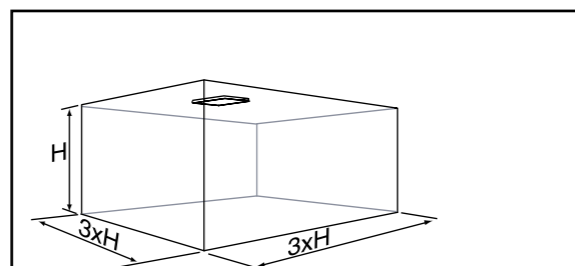

Рис. 18. Небольшое помещение, вентилируемое одним потолочным диффузором. Если помещение
Большое помещение должно быть разделено на несколько зон. Максимальные размеры каждой зоны составляют 1,5 x длину помещения (A), если только это значение не превышает 3xH (см. рис. 18).
Если один потолочный диффузор предназначен для обслуживания всего помещения, он должен быть размещен как можно ближе к центру потолка, и общая площадь не должна превышать размеров, указанных на рис. 18.